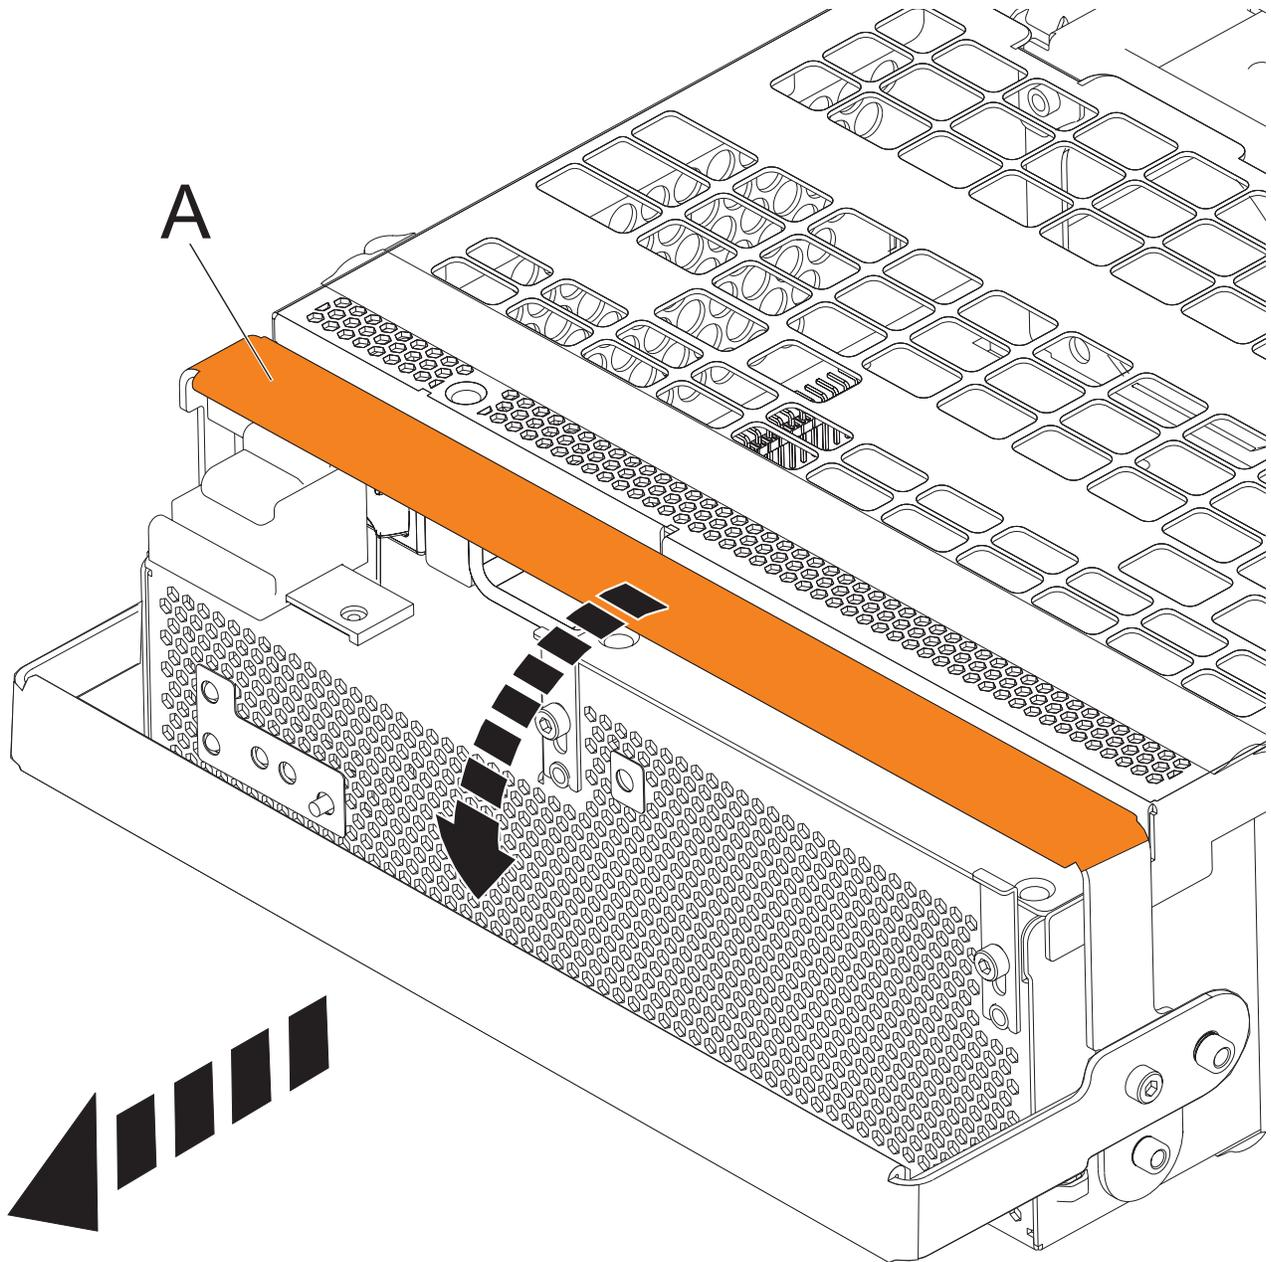

Abbildung 55. OCAs ausbauen
- a. Ziehen Sie den OCA-Griff (**A**) ganz nach unten in die gezeigte Richtung, um die OCA zu lösen. Siehe Abb. 55 auf Seite 73.